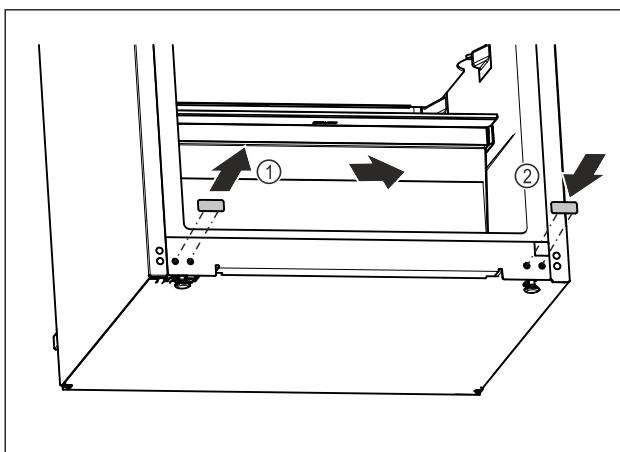

Fig. 16
- Hiqni tapat mbuluese. Fig. 16 (1)
- Vendosni tapat mbuluese në anën e kundërt. Fig. 16 (2)